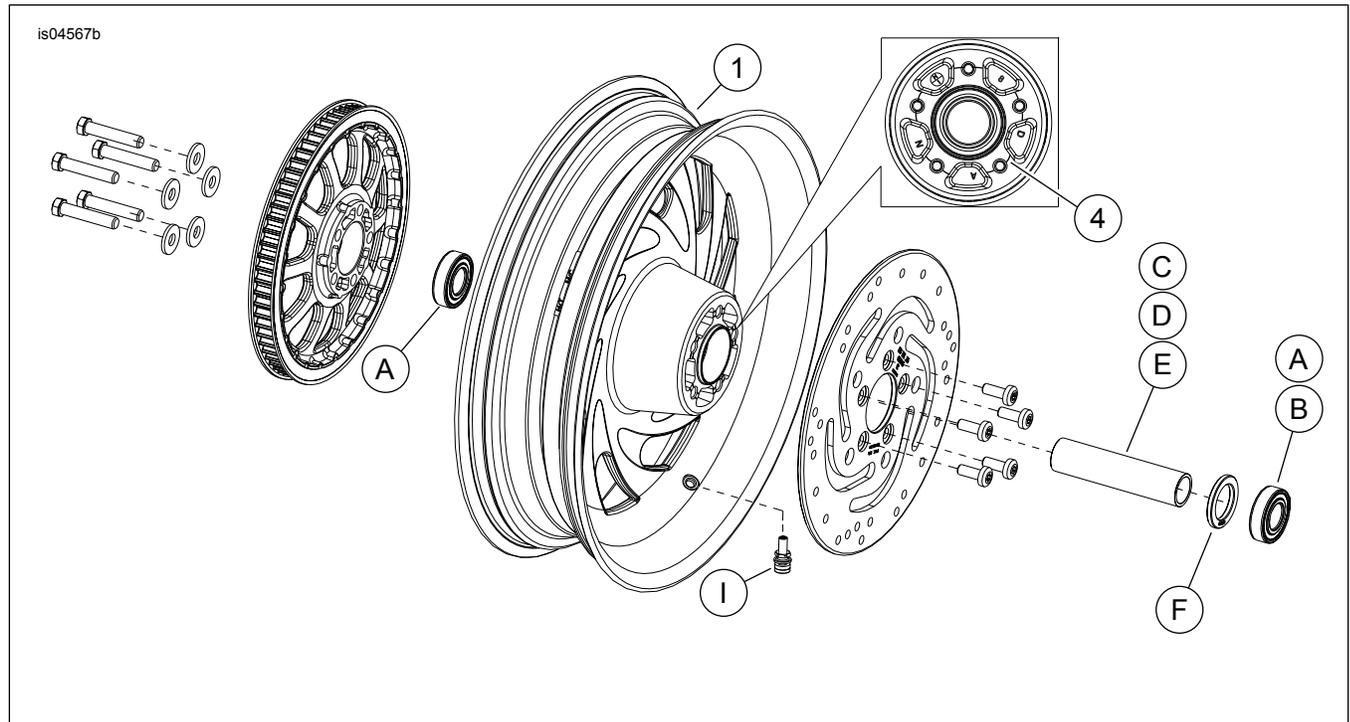

Figura 1. Piezas de servicio: Ruedas traseras Typhoon
Vea Figura 1 y las Tablas de piezas de servicio.
2. Vea Figura 1. Instale el conjunto del vástago de la válvula (1) en la rueda. Consulte la sección NEUMÁTICOS en el Manual de servicio.